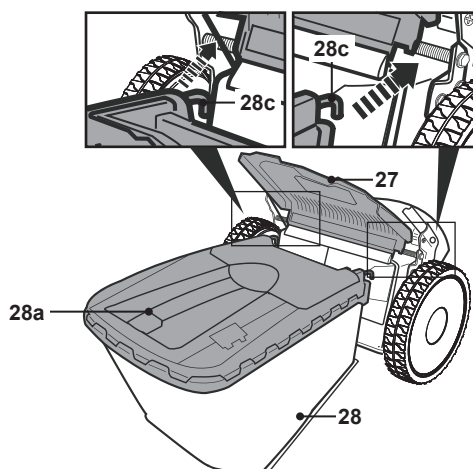

Fig. 6
3. Ouvrir le déflecteur arrière (27) et le maintenir ouvert (Fig. 6, étape 1).
5. Aligner les crochets (28c) avec la tige à ressort et y accrocher le bac de ramassage (Fig. 6, étape 2).
6. Relâcher ensuite soigneusement le déflecteur arrière (27).